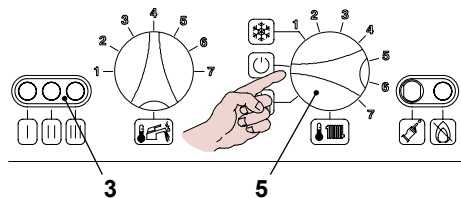

Fig. 6.4
- Apague la caldera poniendo el selector de función 5 en la posición "O" como en Fig. 6.4.